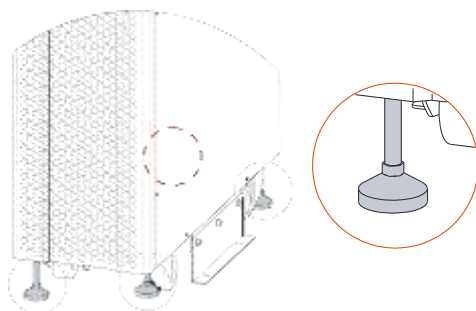

Рис. 3-11 Вкрутите поддерживающие опоры шкафа ИБП 30/40/
Step 5 Выровняйте отверстия монтажных кронштейнов по месту установки анкерных болтов. Установите плоскую и гроверную шайбы, вкрутите болты. Затем вкрутите немного поддерживающие опоры шкафа ИБП (только для 30/40), как показано на Рис. 3-11. На этом монтаж ИБП закончен.